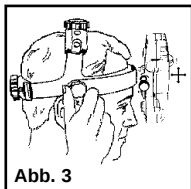

Abb. 3
Das Stirnband kann durch Lockern der Stirnband-Stellknöpfe (F) richtig eingestellt werden. Sobald Sie die richtige Einstellung erreicht haben, ziehen Sie die Knöpfe (F) wieder fest. Siehe Abb. 3.